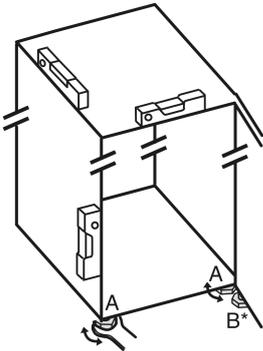

Fig. 24
- ▶ 用随附的开口扳手将垫脚 Fig. 24 (A) 借助水平仪旋出，直至稳固、平坦对齐冰箱。
- ▶ 使用随附的开口扳手旋出托架上的垫脚 Fig. 24 (B)，直至垫脚平置于地板。
- ▶ 将垫脚 Fig. 24 (B) 继续旋转 90°。